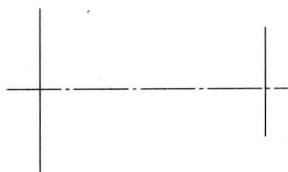

图 1-12 画中心线及左右两竖线
① 准备铅笔、A4 纸等绘图工具材料。
② 画中心线及左右两竖线，如图 1-12 所示。其中左端竖线及两竖线间距离已知，右侧竖线尺寸未知，尚待确定。